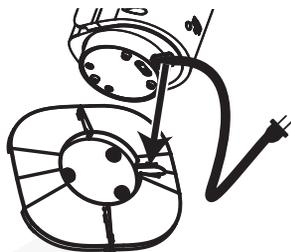

Figure 4
4. Alignez le cordon d'alimentation à la fente de la partie supérieure de la base. (Figure 4)